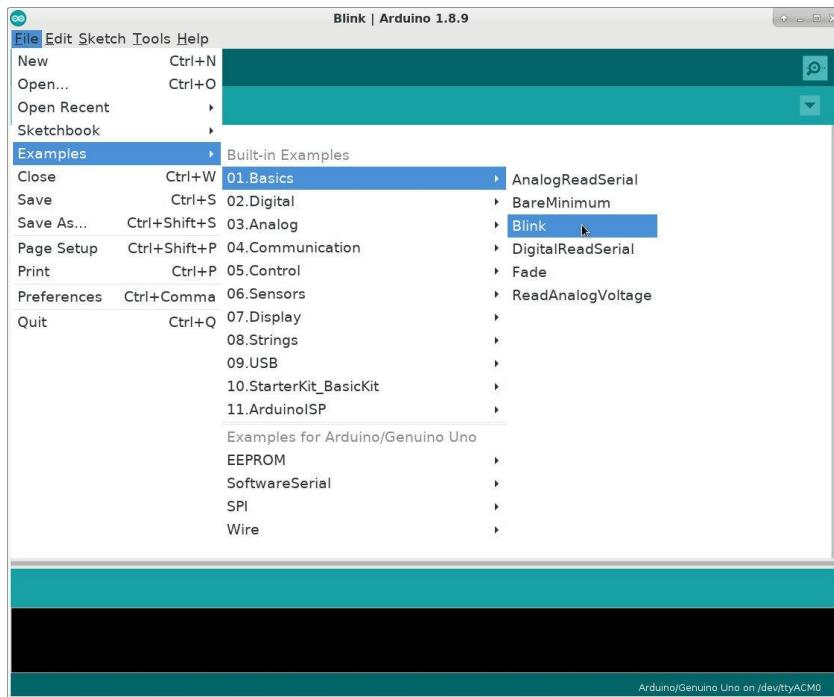

Figure 5. Ouverture du programme pour faire clignoter une DEL
- Pour ouvrir le sketch d'exemple Blink, accédez au **menu File** et sélectionnez **Examples, puis 01.Basics et, enfin, Blink** comme montré sur la **Figure 5**.